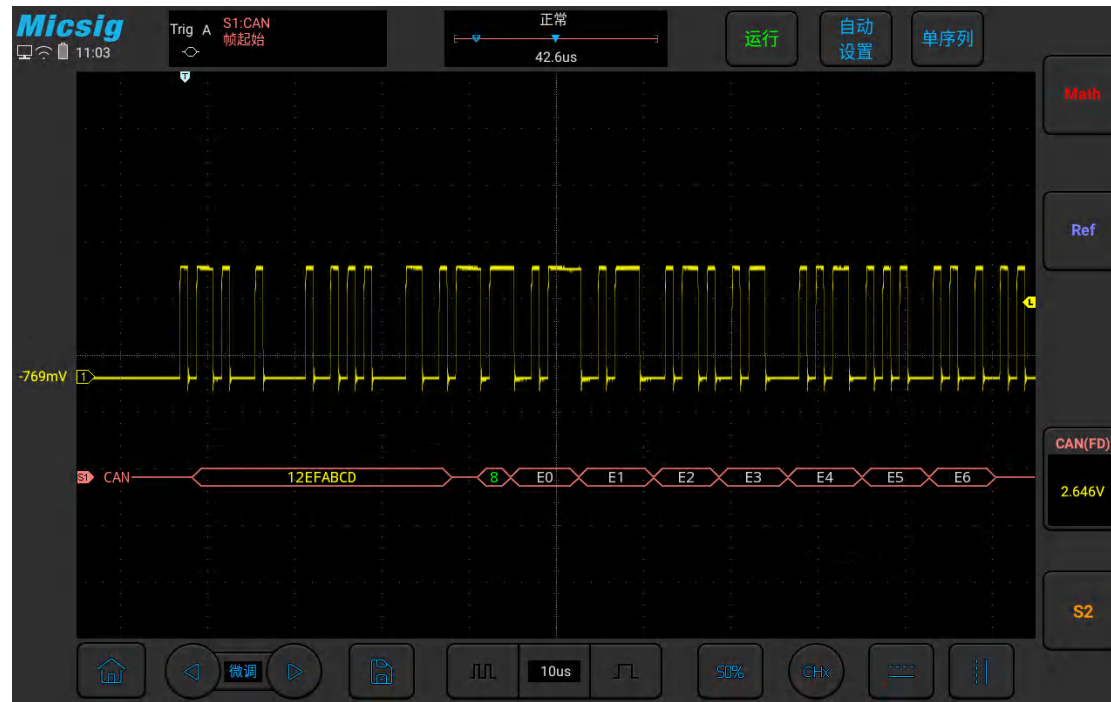

图11-16 CAN 图形界面
- (1) 轻点 S1 打开解码通道, 向左轻扫 S1 打开总线配置菜单;
- (2) 选择总线类型为“CAN”, 依次点选“Ch1”“CAN_H”“500kb/s”, FD 波特率设置为“无”, 设置完成后点按空白区域关闭菜单;
- (3) 打开触发方式配置菜单, 点选“帧起始”;
- (4) 依据信号幅值调节阈值电平; CAN 触发图形界面见图 11-16: